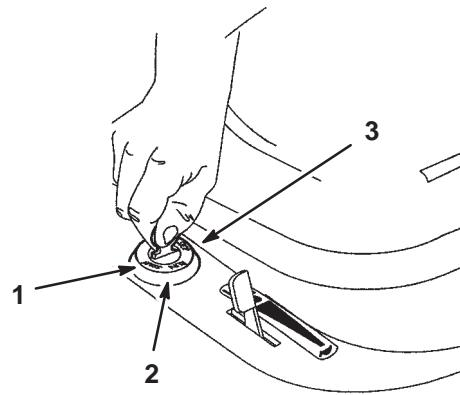

Bild 8
5. Drehen Sie den Zündschlüssel im Uhrzeigersinn und halten ihn auf „Start“ (Bild 8). Lassen Sie den Schlüssel sofort los, wenn der Motor anspringt.
2. Stellen Sie den Zündschlüssel auf „Stopp“ (Bild 8).